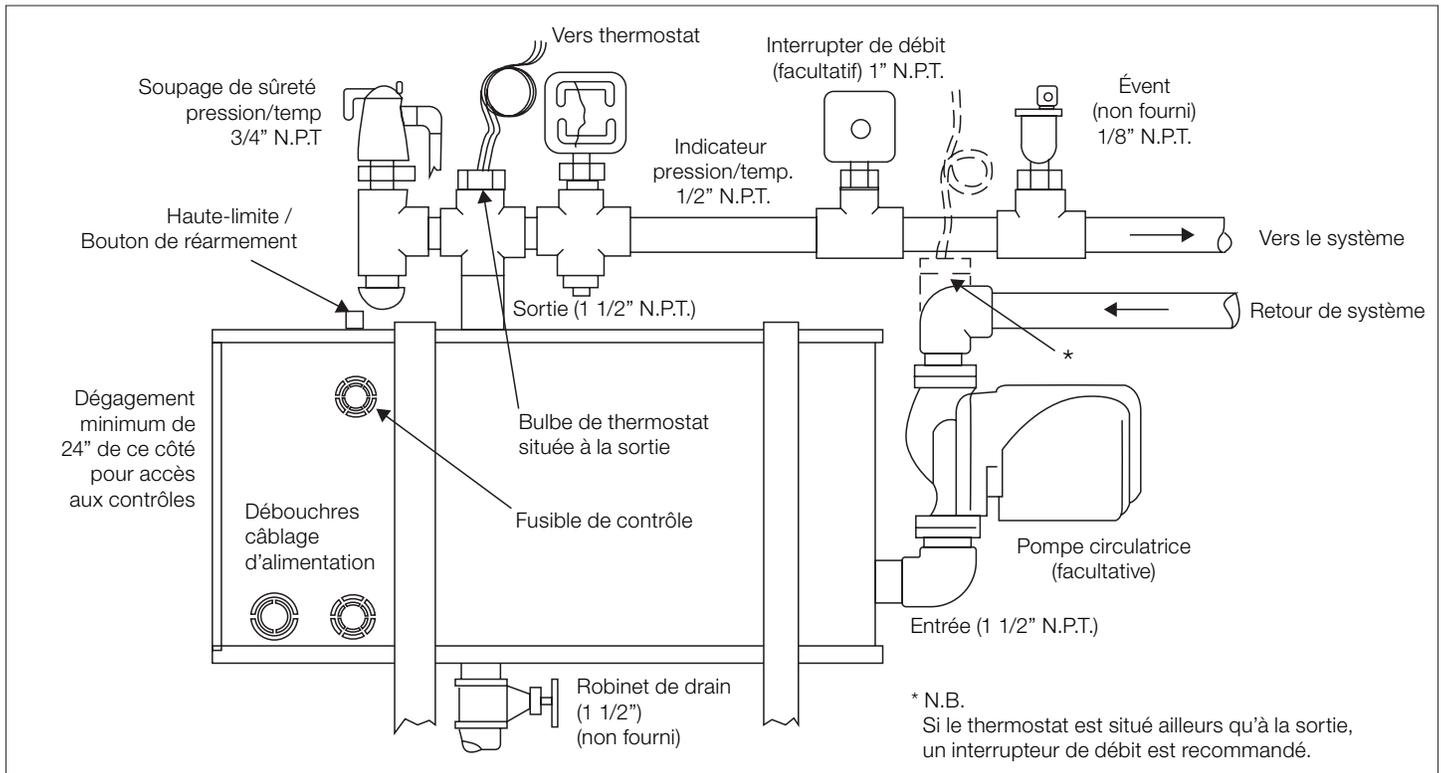

Figure 2 – Installation typique
7. Veuillez référer à la Figure 2 pour la localisation des composants et noter ce qui suit: